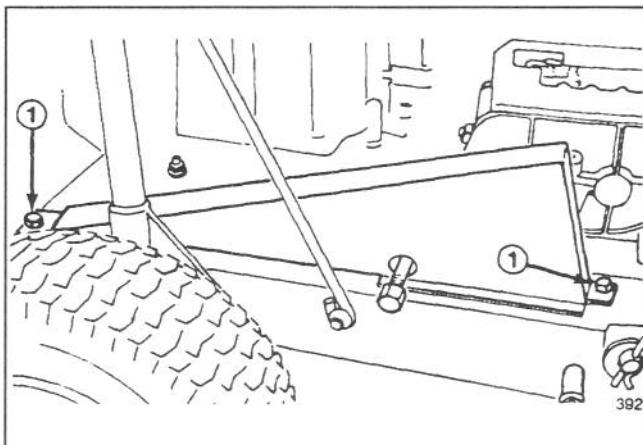

Figure 21
**1.** Enlever les deux vis retenant la protection de la chaîne au châssis de la machine et la soulever pour l'enlever (Fig. 21).